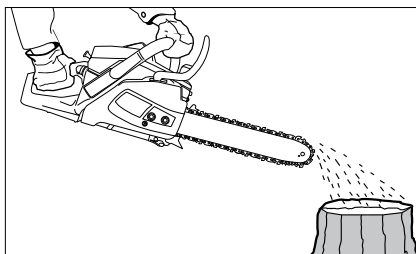

Fig. 13
4. Avant de commencer, vérifiez l'alimentation en huile: démarrez la scie et maintenez-la au-dessus d'un morceau de tissu. Avec une lubrification suffisante, une légère trace de gouttes d'huile sera formée (fig. 13).